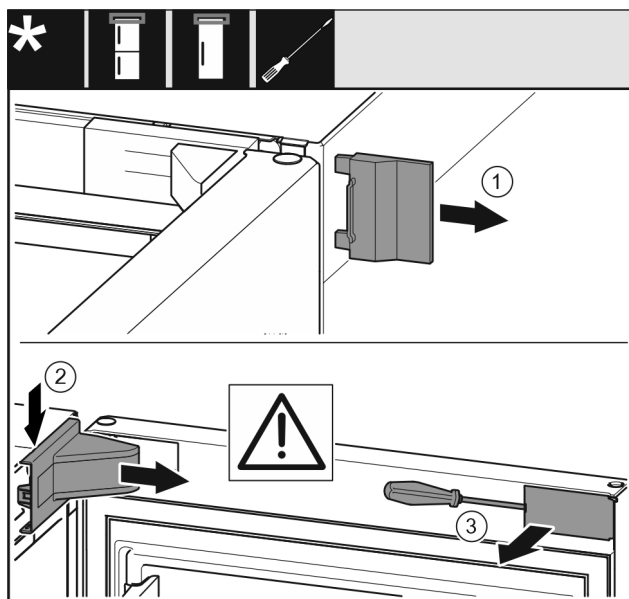

Fig. 12 *
- Sejměte vnější kryt Fig. 12 (1)*
- Kryt stojanu ložiska Fig. 12 (2) uvolněte ze západek a vyjměte.*
- Plochým šroubovákem vyjměte záslepku Fig. 12 (3) a otočte ji ke straně.*